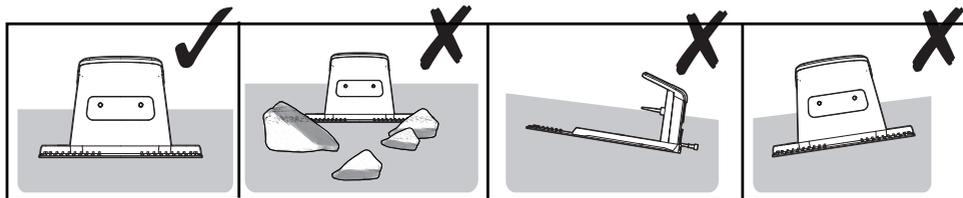

Fig. 13
i **REMARQUE :** Placer la station de charge (12) uniquement sur un sol stable et de niveau. S'assurer que la zone autour de la station de charge (12) est dégagée et qu'elle offre suffisamment d'espace pour que la machine puisse s'arrimer et se recharger sans obstacle (Fig. 13).